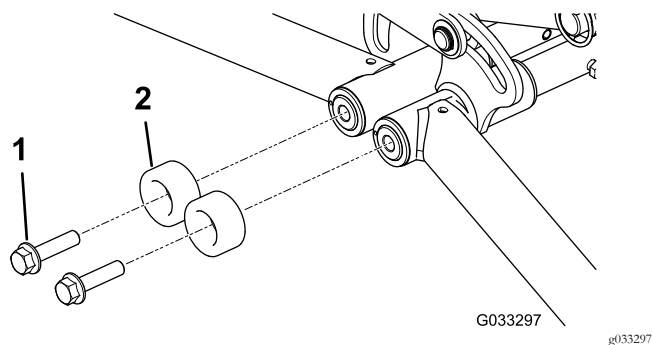

Bild 19
2. Entfernen Sie die vorhandenen Bundkopfschrauben und die runden Stoßstangen (Bild 19).